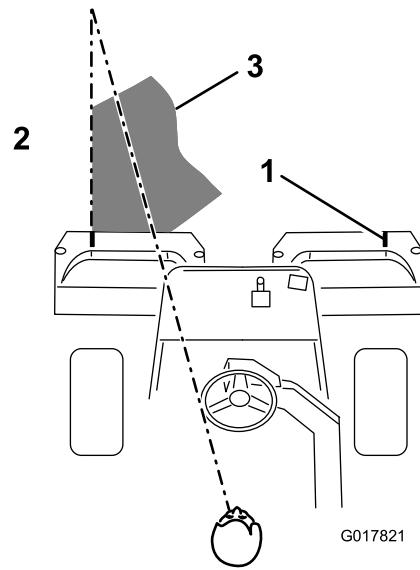

図 39
3. 行きと帰りでのオーバーラップができるだけ小さくなるように運転します。グリーン内をぶれずにつれいに直進し、刈り込みの済んだ列との距離を一定に保って走るために車体前方1.8から3mのところに視線を置いて、刈り込み済みの済んでいる列にラインを合わせるようにするのがコツです(図39)。ハンドルを目印にして距離を合わせても良いでしょう。その場合、ハンドルの縁と本機前方の目標ラインとを重ねて見ながら運転します(図39)。